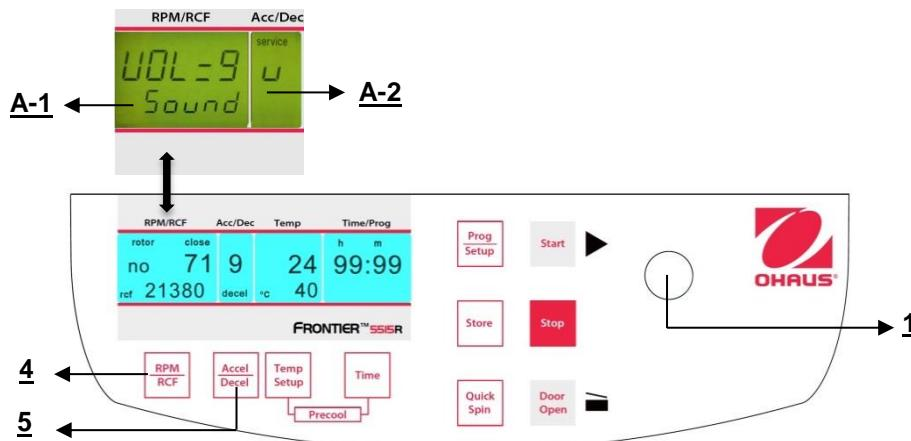

Abbildung. 34
Fahren Sie fort wie unter Punkt 4.1.2 beschrieben, um in den Programmmodus einzutreten und drücken Sie dann die Taste "Accel/Decel" (5). Auf der Anzeige "Accel/Decel" (A-2) blinkt das Wort "Service". Wählen Sie nun den Buchstaben "U" mit Hilfe des Anpassungsknopfes (1). Als Ergebnis erscheinen auf der Anzeige "RPM | RCF" (A-1) die Worte "Vol=0- 9/Sound". Nach dem Drücken der Taste "RPM | RCF" (4), können Sie die gewünschte Lautstärke zwischen 0 (leise) und 9 (laut) mit dem Anpassungsknopf (1) anpassen (siehe Abbildung 34).